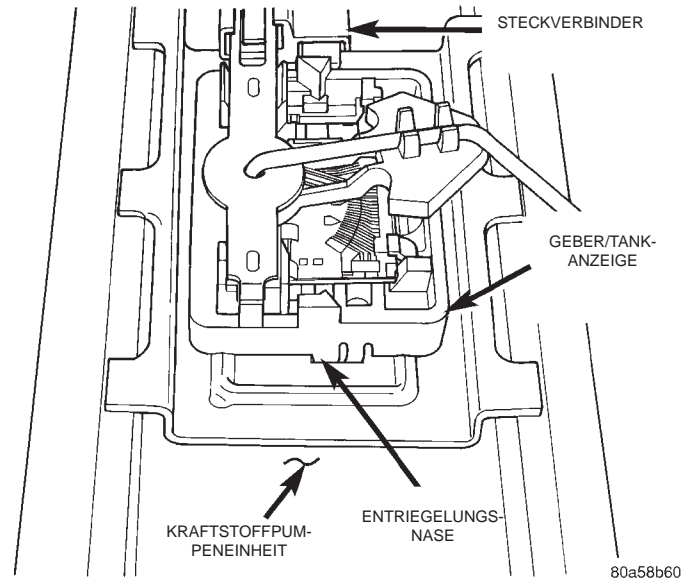

Abb. 29 Entriegelungsnase, Geber/Tankanzeige
- (2) Die Kraftstoffpumpeneinheit ausbauen. Näheres hierzu siehe "Aus-/Einbau, Kraftstoffpumpeneinheit".
- (3) Den Steckverbinder von den Anschlüssen am Geber abziehen.
- (4) Auf die Entriegelungsnase drücken (Abb. 29) und so den Geber von der Kraftstoffpumpeneinheit demontieren.